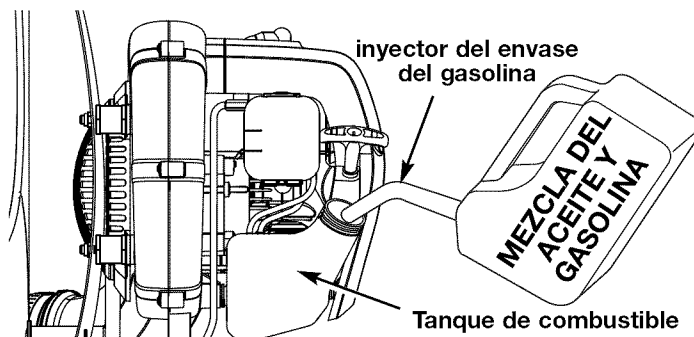

Fig. 10
2. Coloque el pico del recipiente de gasolina en el orificio de llenado del tanque de gasolina (Fig. 10) y llene el tanque.